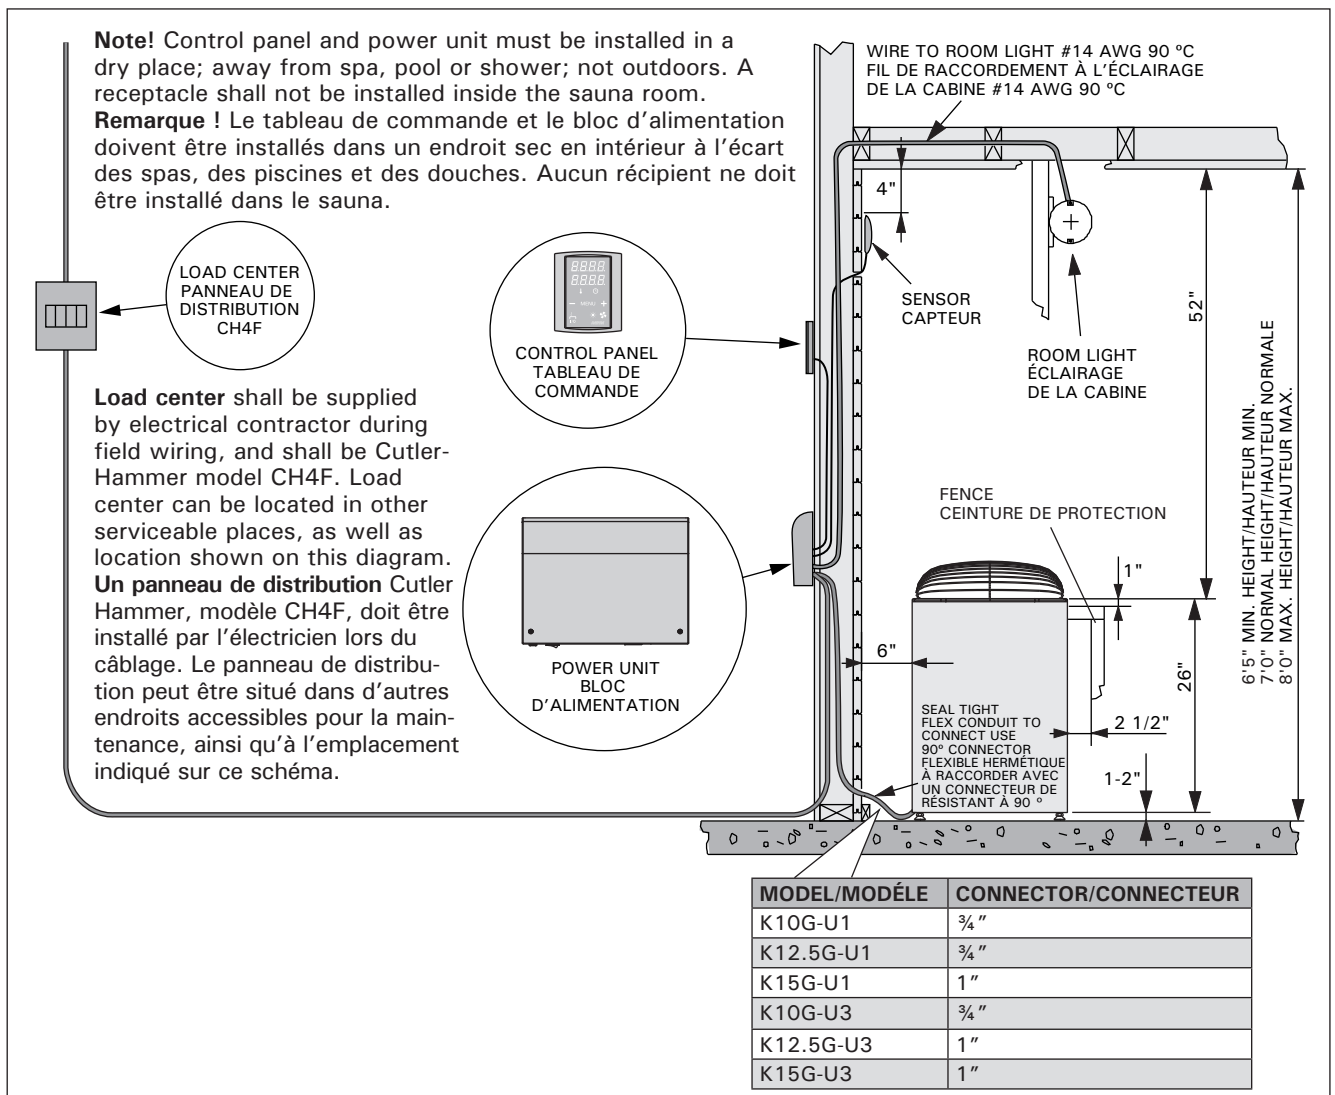

Figure 2.
- The location of the heater fulfils the minimum requirements concerning safety distances given in figures 2–6 and table 1.
- L'emplacement du poêle répond aux exigences de distances de sécurité minimales données dans les figures 2–6 et le tableau 1.
1. Remove heater from carton and place in proper location in sauna room. Observe proper clearances as per figures 2–6 and table 1. After final hookup, electrical contractor should secure heater to floor with at least two screws or bolts.
1. Sortez le poêle du carton et posez-le à un emplacement approprié dans la cabine du sauna. Respectez les dégagements indiqués dans les figures 2–6 et le tableau 1. Après le raccordement final, l'électricien doit fixer le poêle au plancher avec plusieurs vis ou boulons.
Refer to table 2 for proper wire size and amperage. See figures 2–6 for required clearances. Use copper wire from breaker to wall-mounted power unit. Supply cable must have 5 wires including insulated neutral and separate ground.
Refer to table 2 for proper wire size and amperage. See figures 2–6 for required clearances. Use copper wire from breaker to wall-mounted power unit. Supply cable must have 4 wires including insulated neutral and separate ground.
Consultez le tableau 2 pour connaître le calibre et l'intensité corrects du fil à utiliser. Voir fig. 2–6 pour connaître le dégagement requis. Utilisez du fil de cuivre du coupe-circuit au bloc d'alimentation mural. Le câble d'alimentation doit être constitué de 5 fils, dont un fil neutre isolé et un fil de terre distinct.
Consultez le tableau 2 pour connaître le calibre et l'intensité corrects du fil à utiliser. Voir fig. 2–6 pour connaître le dégagement requis. Utilisez du fil de cuivre du coupe-circuit au bloc d'alimentation mural. Le câble d'alimentation doit être constitué de 4 fils, dont un fil neutre isolé et un fil de terre distinct.